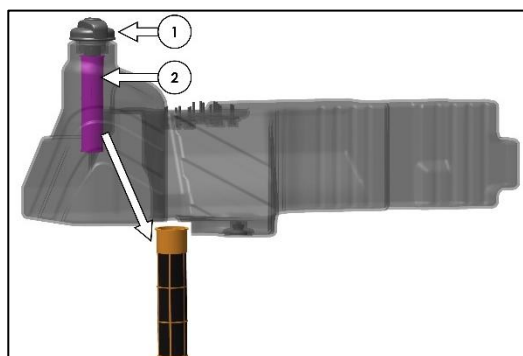

Fig. 271 – BRANDSTOFTANK ZEEF
1. Verwijder de brandstofdop (Item 1 in Fig. 271).
2. Verwijder de zeef (Item 2 in Fig. 271) uit de brandstoftank.